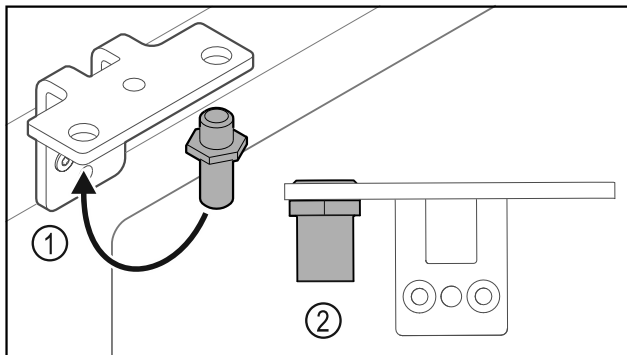

Fig. 29
- ▶ Μεταφέρετε τον πείρο Fig. 29 (1) στη γωνία μεντεσέ.
- ▶ Σφίξτε τον πείρο Fig. 29 (2) με **ροπή 12 Nm**.